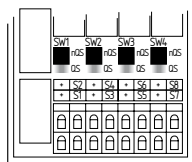

Fig. 4
- Pos. nQS (sopra) (vedere fig. 4): senza protezione da cortocircuito, idoneo per applicazioni a un canale e applicazioni con uscite non isolate con potenziale positivo nei circuiti di comando.